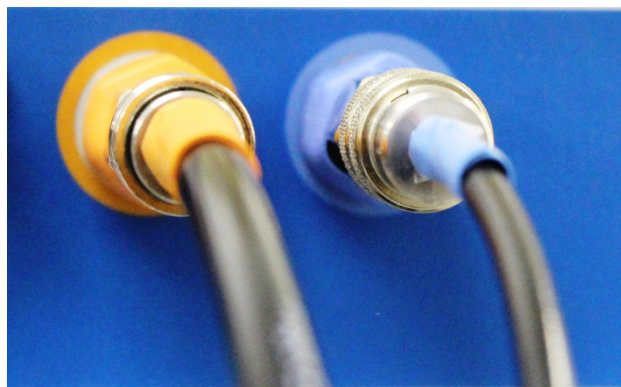

Figura 14: Conectoare pneumatice cu cod de culoare
3. Introduceți conexiunile corespunzătoare în conectorii pneumatice, conform indicațiilor din Figura 14 de mai jos. Inelul glisant va trebui să fie împins manual pe conectorul portocaliu.